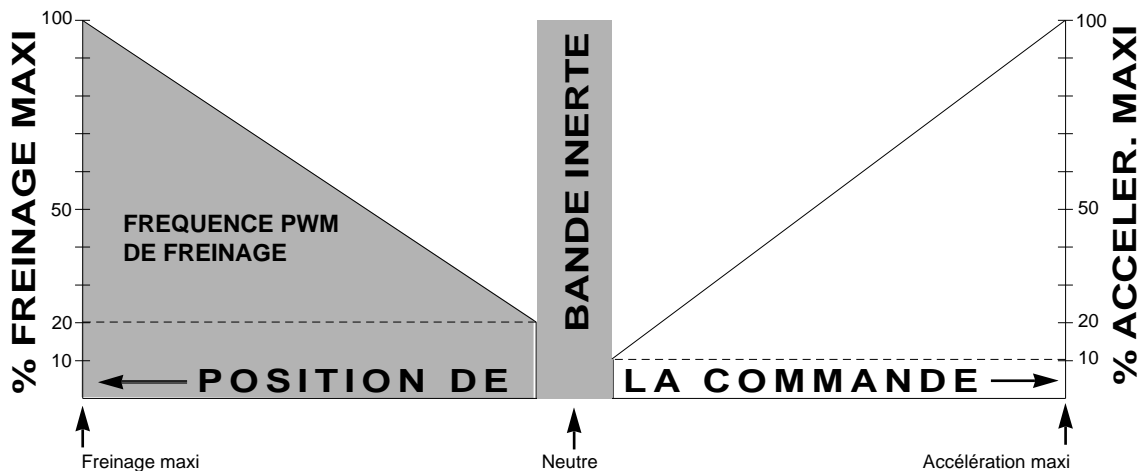

Figure 5 : Localisation graphique de la partie affectée par la fréquence de freinage "PWM".
- Cette fréquence contrôle les caractéristiques de décélération du véhicule en fonction du déplacement de la commande vers la position de freinage maxi (Figure 5). Changer cette fréquence permet de modifier les réactions du véhicule en phase de freinage.